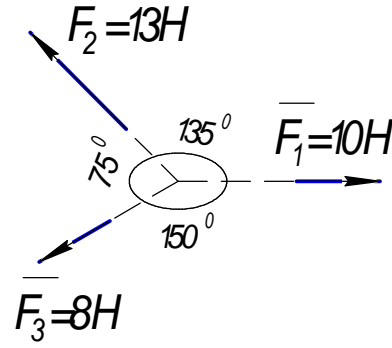

Рис.1.6.
1.12. Чему равна равнодействующая трех сил, линии действия которых сходятся в одной точке (рис.1.6)?